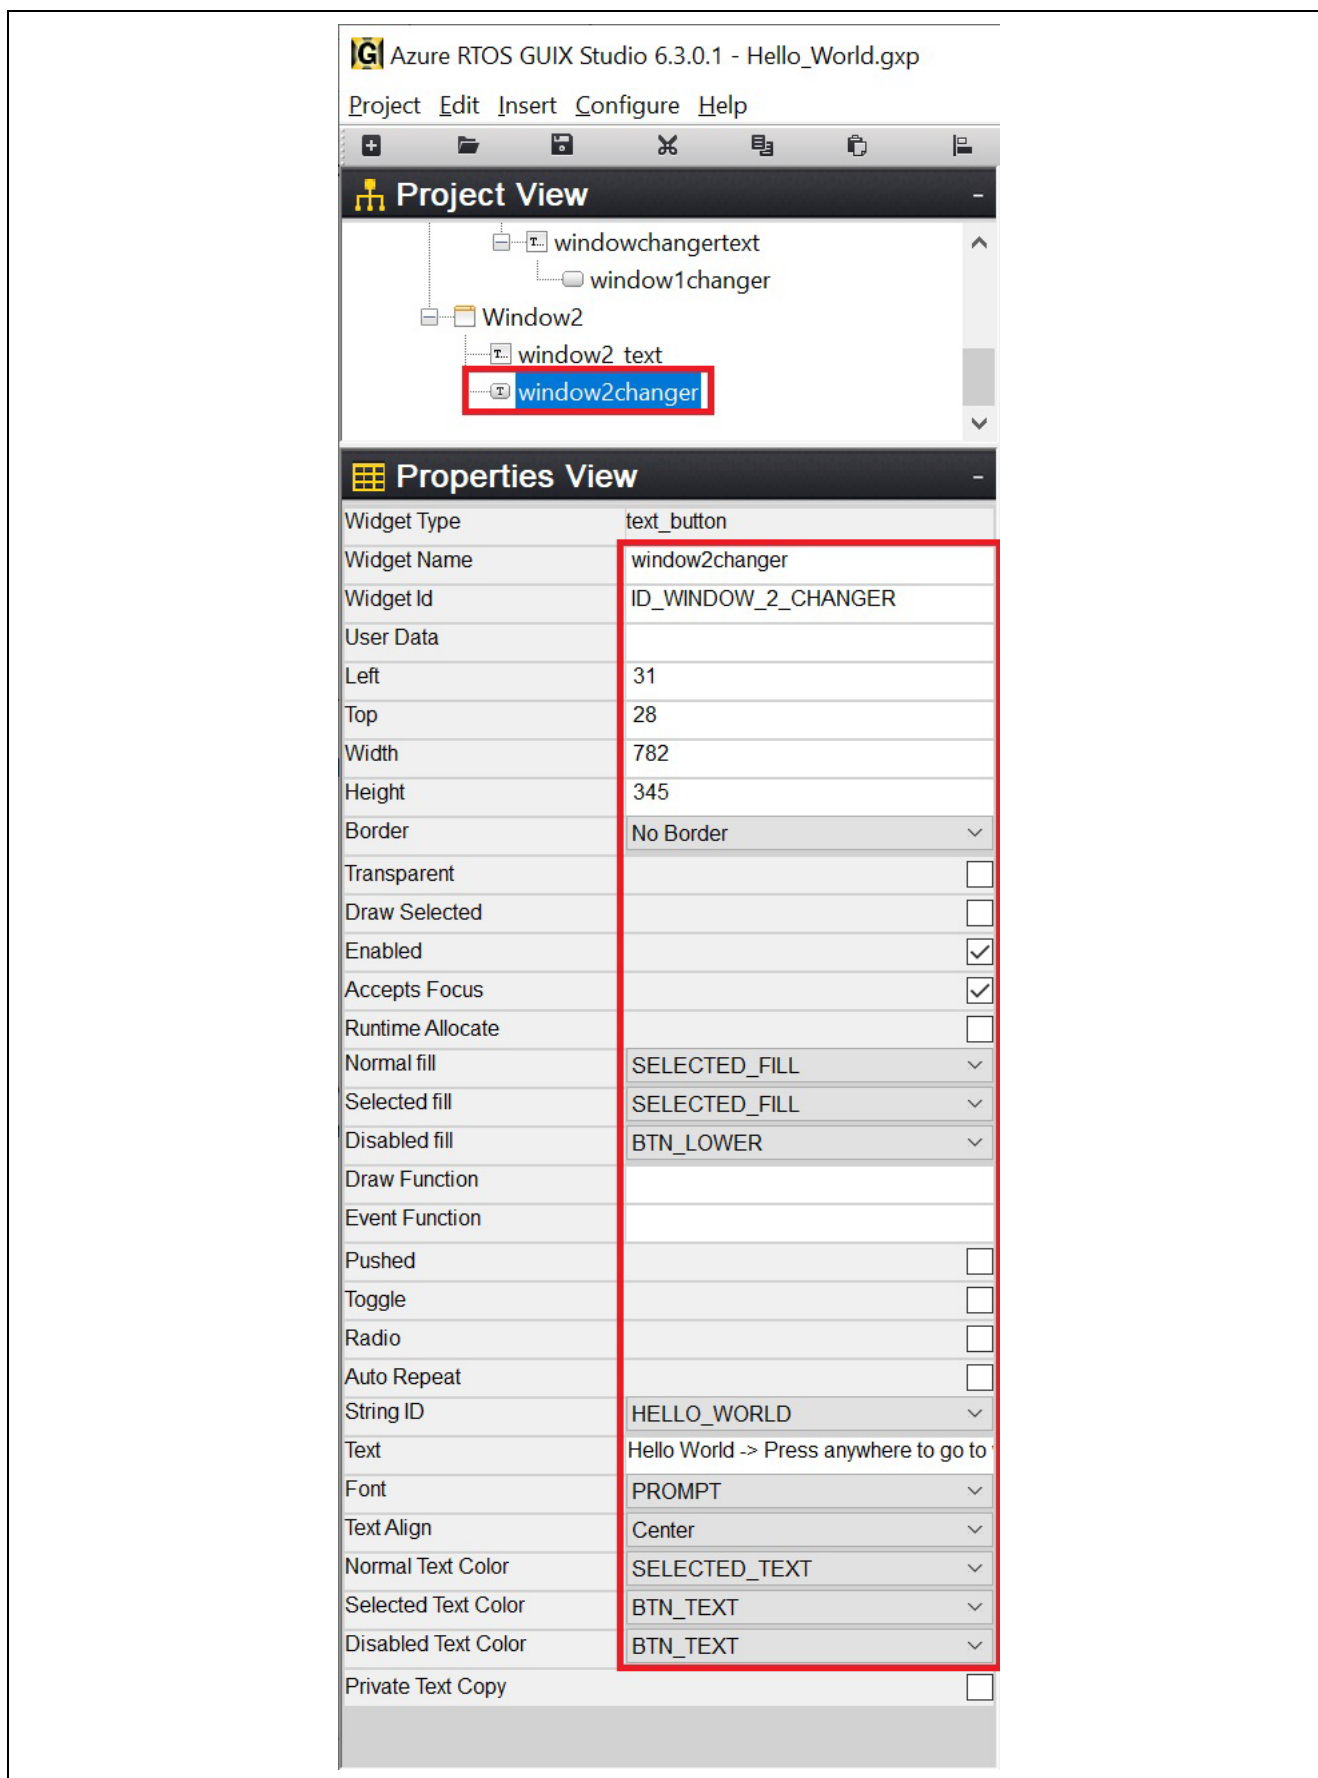

図 67. text_button のプロパティ設定
28. 図 67のように、**text_button**のプロパティの設定をします。